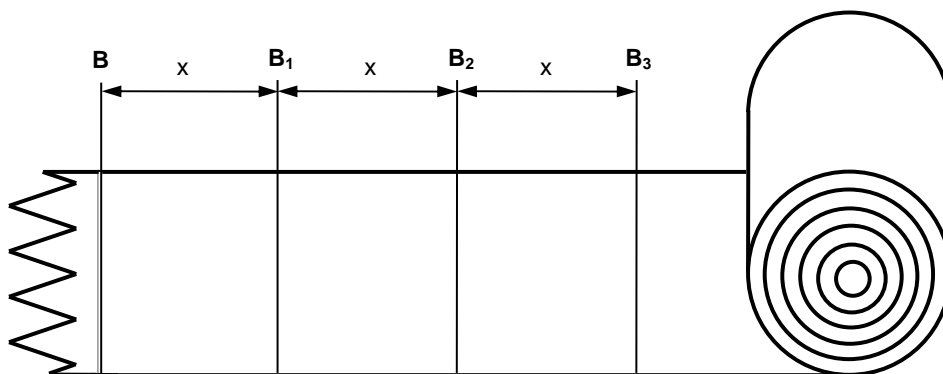

Abbildung 2: Fortsetzung des Schnitts bzw. Serienschritt
- Das Zeichen B des letzten Schnittvorgangs ist sichtbar. Dieses Zeichen wird als Bezugspunkt für die nächste Messung und den Schnitt entsprechend Abschnitt 3.2 benutzt (siehe Abbildung 2).
- Wenn mehrere Riemen/Bänder in Serie geschnitten werden müssen, können die Längen vor dem Schneidevorgang angezeichnet werden, wie in Abbildung 2 angegeben.